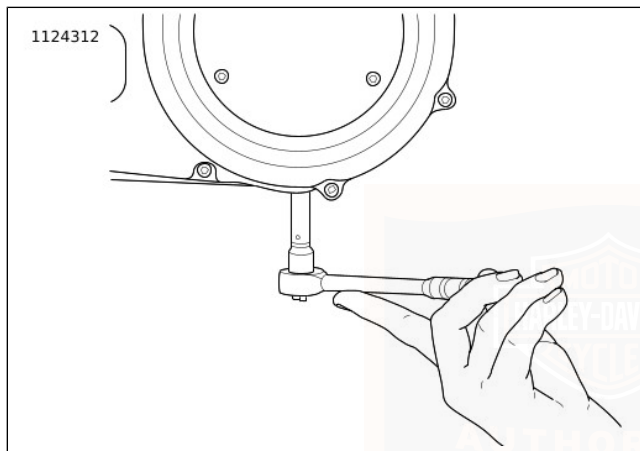

Figura 66. Rimozione/installazione del tappo di scarico del carter della catena
3. Vedere Figura 66. Scaricare l'olio del carter della catena della trasmissione primaria.